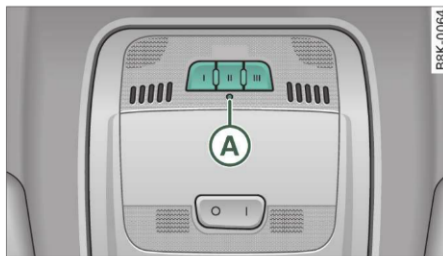

Fig. 166 Unitatea de comandă din plafon
⇒ *pagina 152*, fig. 166 până când lampa **A** începe să clipească (după circa 20 secunde) ⇒ *pagina 152*, fig. 166. Acest proces va anula codurile standard și **nu** va trebui repetat pentru programarea celorlalte taste.
- Țineți sub observație ledul HomeLink  ⇒ *pagina 152*, fig. 166. Dacă ledul clipește mai întâi rapid, iar după două secunde clipește constant, înseamnă că dispozitivul respectiv, de exemplu, poarta garajului, este prevăzut cu un cod alternativ.
- Apăsați scurt tasta HomeLink care a fost programată ⇒ *pagina 152*, fig. 166. Va fi acționat dispozitivul programat pe această tasta (de exemplu, poarta garajului).
⇒ *pagina 152*, fig. 166. ■
- Apăsați cele două taste exterioare, până când lampa afișajului începe să clipească ⇒ *pagina 152*, fig. 166
⇒ *pagina 152*, fig. 166 începe să clipească ușor.